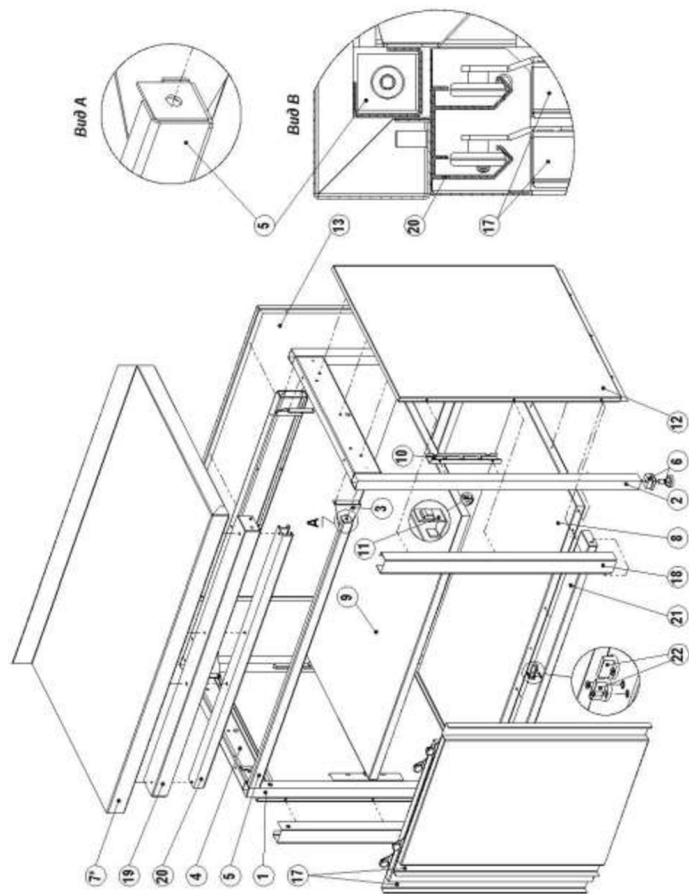

Рис. 3
- ПРИМЕЧАНИЕ:** для стола с блоком купе передняя балка имеет в сечении квадратную форму, в косынках по три отверстия. Положение балки показано на рис. 3, вид А. Положение роликов на ходовом рельсе показано на виде В.
- 2.6.2. К боковым стенкам (12) крепить боковую панель блока купе (18) саморезами (27);